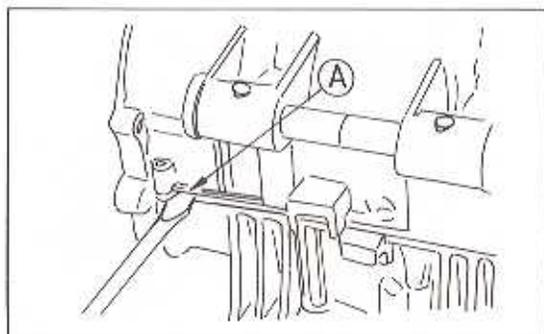

Bild 166
- Auf eine Trennfläche einen dünnen Film Silikonichtmasse auftragen. An den Stellen gemäss Bild 166 keine Dichtmasse auftragen.